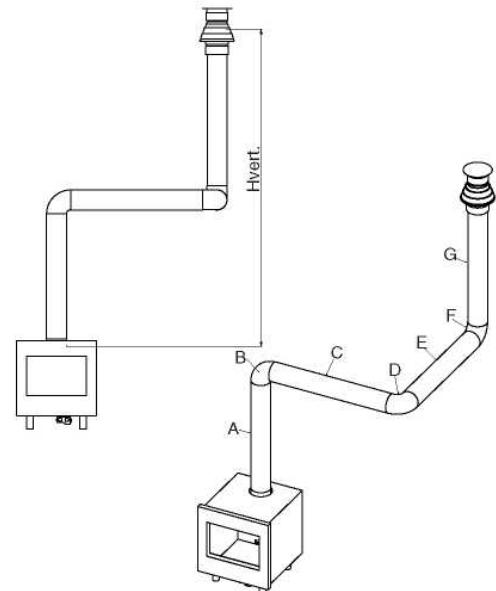

Fig. 2a
*Calculating horizontal extension fig. 2a:*